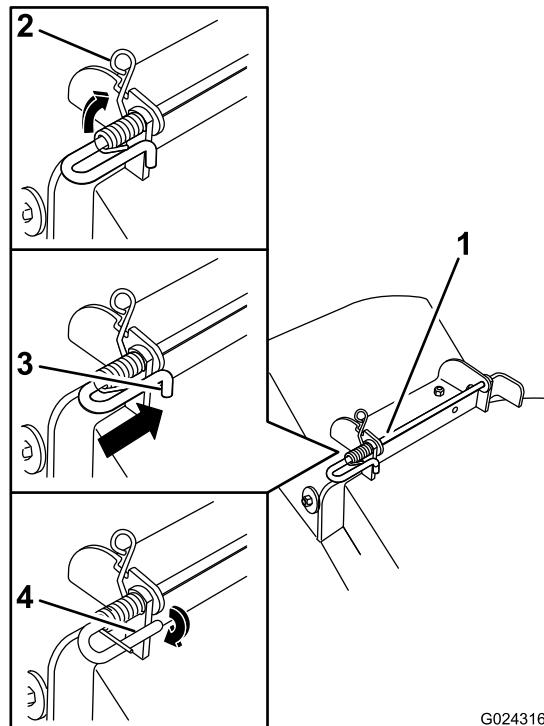

Bild 77
5. Heben Sie das Schleifenende der Feder an und setzen es in die Kerbe an der Ablenklechhalterung (Bild 77).
6. Befestigen Sie die Stange und Feder, indem Sie diese so drehen, dass das kurze Ende der Stange hinter die vordere Halterung passt, die an das Mähwerk geschweißt ist (Bild 77).